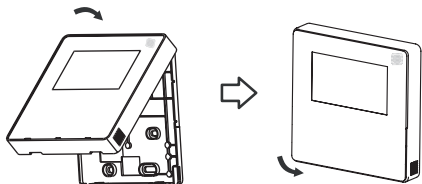

Fig 3-9
- Après avoir réglé l'étui supérieur, bouclez ce dernier ; évitez de serrer le câblage pendant l'installation. (Fig 3-9)